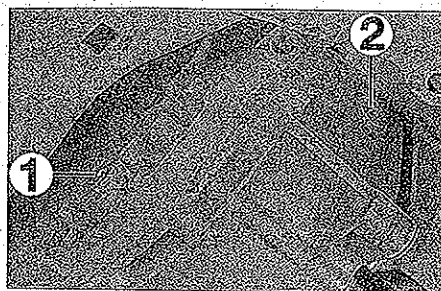

FIG. 8
- Desmontar el tapones de vaciado de aceite (1) (fig. 8).
- Desmontar el tapón de control del nivel (2).
- Hacer el macizo de aceite hasta borde inferior de el taladro de control (2).